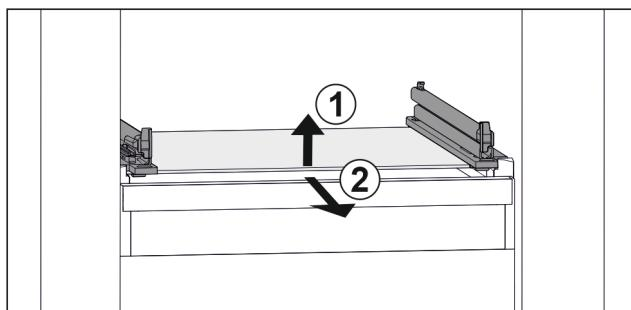

Fig. 50 Примерно изображение на стъклената плоча
- ▶ Повдигнете стъклената плоча отпред. Fig. 50 (1)
- ▶ Извадете стъклената плоча напред. Fig. 50 (2)